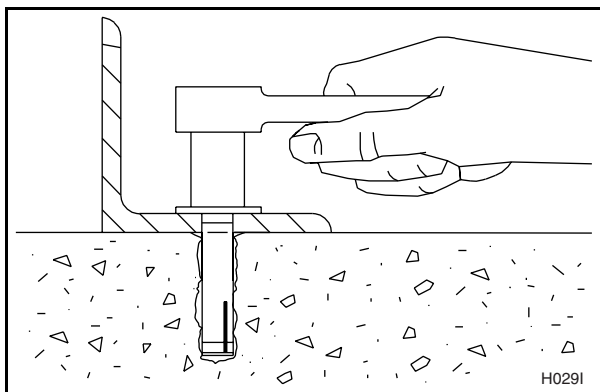

Figura 19
8. Asegure la máquina al piso utilizando los pernos que vienen con las piezas de anclaje. Apriete las tuercas de seguridad en incrementos (una por una) hasta que queden igualmente apretadas y la máquina quede fijada firmemente al piso. Vea la Figura 19.